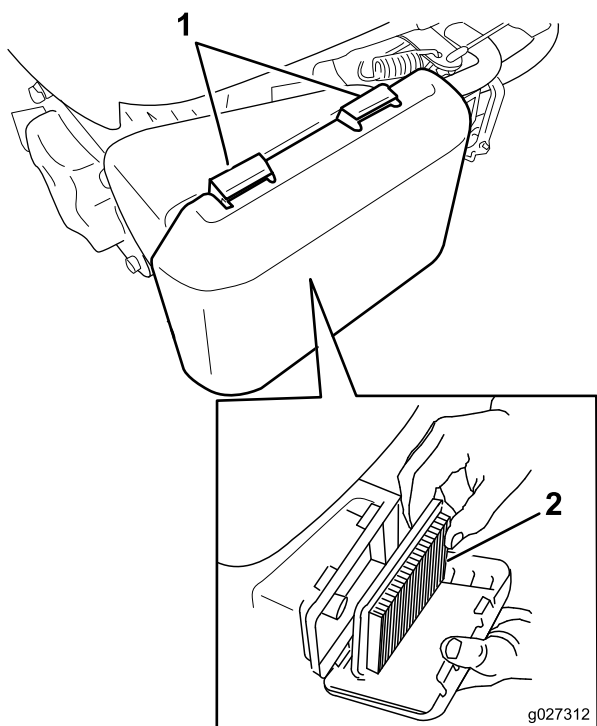

Figura 22
2. Presione hacia abajo los cierres de la parte superior de la tapa del limpiador de aire (Figura 22).